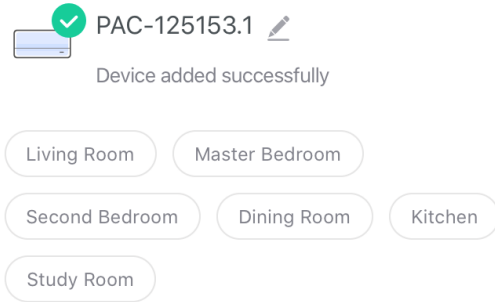

Fig.4
4. U kunt de naam van uw apparaat invoeren door op het potlood-logo ernaast te drukken en de locatie van uw apparaat te selecteren. Druk vervolgens op „Done (Voltooid)“ in de rechter bovenhoek. (Fig.4)